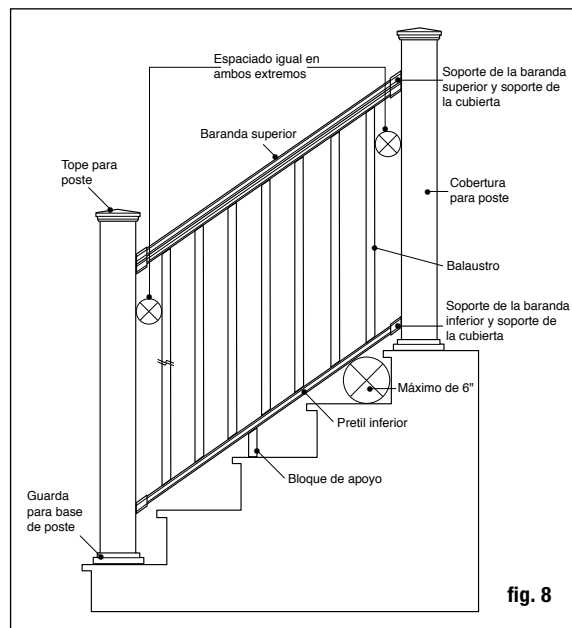
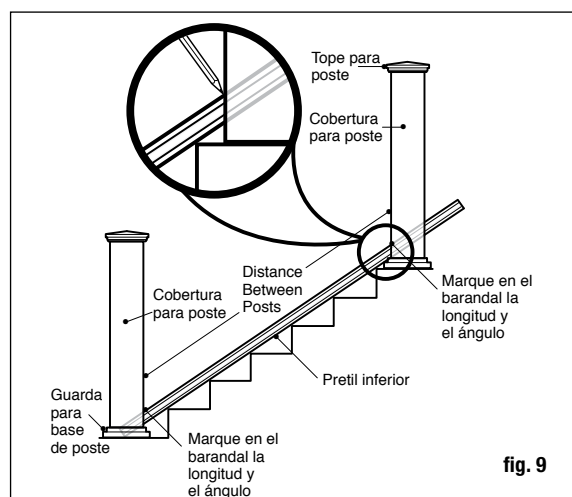

fig. 8
fig. 9
determinar la longitud de los barandales superior e inferior. Posicione el barandal inferior en los peldaños de la escalera al lado de los postes y ajústelo de modo que la distancia entre el primer agujero de balaustre y el poste sea mayor a 7 cm (2-3/4 pulg.) como mínimo, e igual en ambos extremos (fig. 8). Marque el barandal en la longitud y ángulo apropiado. Corte el barandal inferior. Corte el barandal superior a la misma longitud y ángulo (fig. 9).
Paso 7 Coloque las cubiertas de soportes del barandal apropiado y los soportes para escalera en los extremos del barandal inferior. Ponga especial atención a los soportes que utilice, ya que son diferentes dependiendo de si es el barandal superior o inferior y del ángulo hacia arriba o abajo. Determine la posición del bloque de apoyo y fíjelo al barandal inferior. Sostenga el barandal inferior entre los postes en los peldaños de la escalera (fig. 9). Podría necesitar colocar cuñas iguales entre dos rebordes de peldaños para elevar el barandal inferior. Consulte los requisitos en su área. Generalmente, no puede permitirse que pase una esfera de 15.2 cm (6 pulg.) a través del triángulo formado por el barandal inferior, el travesaño y la contrahuella (fig. 8). Centre el soporte de la escalera en el poste. Usando el soporte de escalera como guía, marque las posiciones de los tornillos en la cobertura del poste y en el barandal en ambos extremos. Pretaladre agujeros guía de .32 cm (1/8 pulg.) a través de la cobertura de poste y del barandal. Sujete el soporte de escalera a la cobertura del poste usando los tornillos cuadrados de cabeza plana #8 - 15 x 2" - #2 y luego sujete el soporte de escalera al barandal usando tornillos cuadrados autorroscantes de cabeza oblea #8-16 x 3/4" - #1.